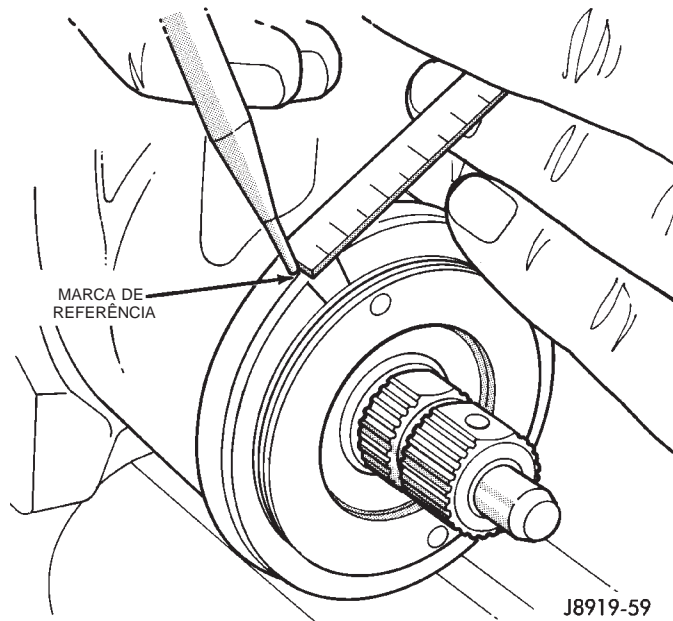

Fig. 26 Segunda Marcação na Carcaça
(6) Meça 10 mm (0,04 pol) em sentido anti-horário e marque a carcaça (Fig. 26).